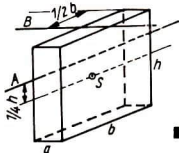

Bild 58
- 10.17 Ein homogener Quader ( $a = 20 \text{ mm}$ ;  $b = 50 \text{ mm}$ ;  $h = 80 \text{ mm}$ ) ist 1. um eine Achse A, 2. um eine Achse B nach Bild 58 drehbar gelagert, und er führt jeweils sinusförmige Schwingungen aus. Berechnen Sie die beiden Frequenzen.